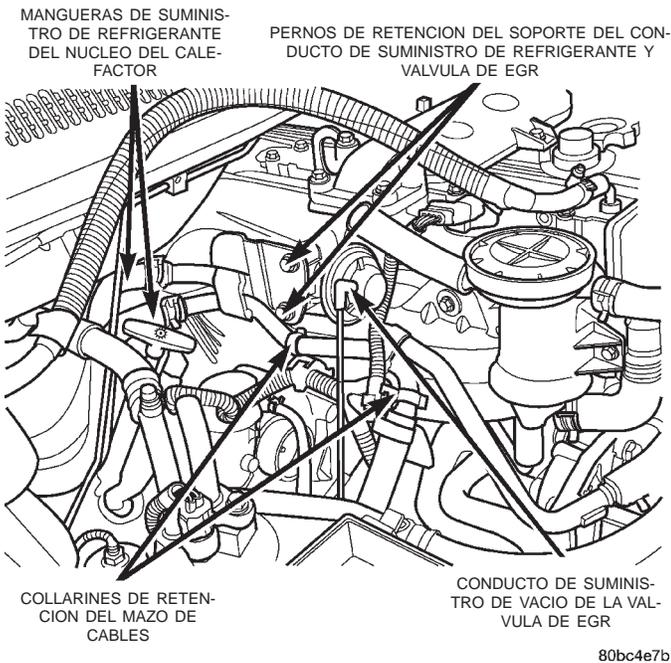

Fig. 24 Motor diesel 3.1L
(6) Instale el conjunto del conducto de refrigerante en el motor. Apriete los (3) pernos de retención con una torsión de 27 N·m (20 lbs. pie). (Fig. 24).
(7) Conecte las mangueras de suministro y retorno de gases volátiles del cárter en el separador de aceite.
(8) Instale los pernos de retención del separador de aceite.
(9) Coloque los collarines del mazo de cable en los tubos de suministro de refrigerante (Fig. 24).
(10) Instale la manguera de suministro de vacío de EGR en la válvula de EGR.